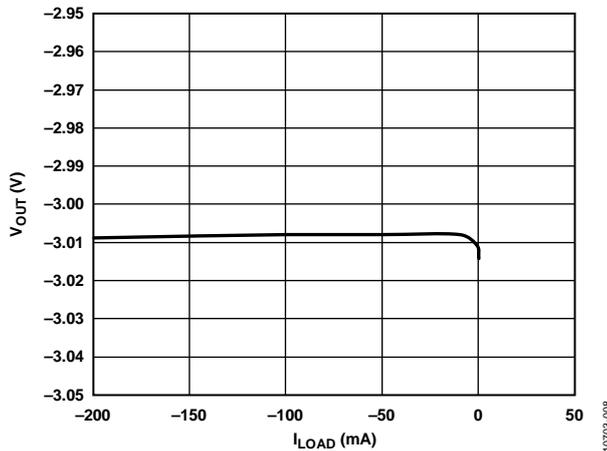

図 8. 負荷電流 ( $I_{LOAD}$ ) 対 出力電圧 ( $V_{OUT}$ )
- 1 負荷-1 mA と 負荷-200 mA を使用した端点計算を使用。1 mA 以下の負荷に対する負荷レギュレーション性能 (typ) については図 8 を参照してください。